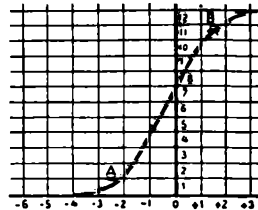

Fig. 31. De karakteristiek van een lamp (een triode).
W. — Volgens deze waarden schetsen we nu de *karakteristiek* van de lamp (fig. 31). Die kromme vormt als het ware het paspoort van de lamp. Zij licht ons in over haar eigenschappen en staat ons toe haar zoo goed mogelijk te gebruiken. Men kan bij deze kromme drie verschillende deelen onderscheiden: ten eerste het deel van het linkereinde tot aan het punt A, dat heet de *onderste bocht*. Vervolgens neemt tusschen A en B de stroom evenredig toe met de roosterspanning: dat is het *rechte deel* van de karakteristiek. Tenslotte, bij B te beginnen, krijgen we de *bovenste bocht*, gevolgd door een vrijwel horizontale lijn, die overeenkomt met den verzadigungsstroom: de kathode kan dan niet meer electronen leveren.